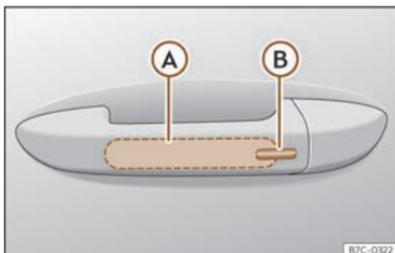

Fig. 46 Maniglia della porta: superficie dei sensori.
>>> **fig. 46**
- Toccare la superficie sensibile >>> **fig. 46 (B)** situata sul lato esterno della maniglia della porta. Gli indicatori di direzione lampeggiano una volta.
- Prima che trascorrono 5 secondi, toccare una volta il sensore del lato esterno della maniglia della porta >>> **fig. 46 (B)**. Nel farlo, non afferrare la maniglia. Il sistema Keyless Access è disattivato temporaneamente.
Per **chiudere con la funzione comfort** tutti i finestrini elettrici e il tettuccio di vetro, mantenere un dito per alcuni secondi sulla superficie sensibile di blocco >>> **fig. 46 (B)** della maniglia della porta finché non si saranno chiusi i finestrini e il tettuccio.